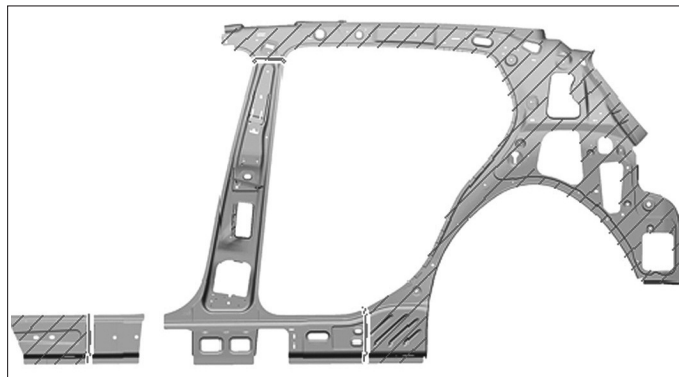

FIG. 81
- Reporter les lignes de coupe sur les renforts de bas de caisse avant et sur le panneau latéral intérieur, puis procéder au découpage (Fig.81).